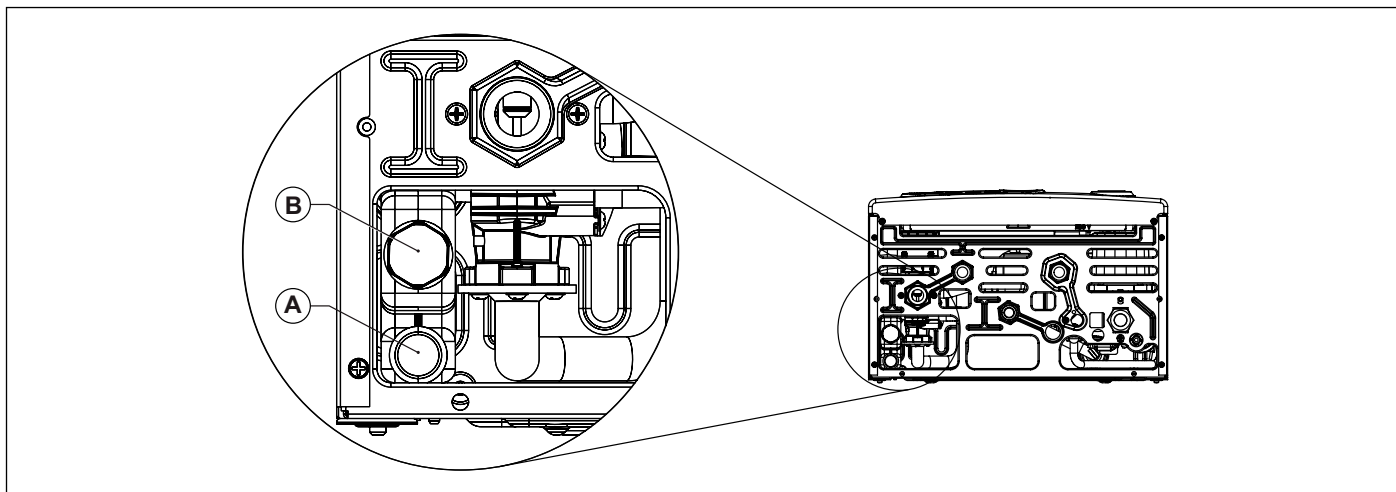

Рис. 18 Злив конденсату
Система відведення конденсату повинна бути приєднана до спеціального виходу (A) котла (див. Рис. 18 Злив конденсату).